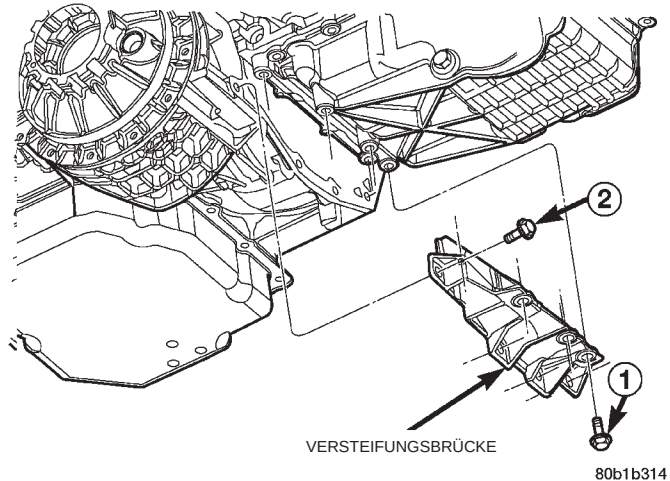

Abb. 25 Versteifungsbrücke
- (1) Fahrzeug auf Hebebühne anheben.
- (2) Die Schrauben herausdrehen, mit denen die Versteifungsbrücke an Ölwanne und Getriebegehäuse befestigt ist.
- (3) Versteifungsbrücke abbauen (Abb. 25).
- (1) Versteifungsbrücke montieren (Abb. 25). Hierzu wie folgt vorgehen:
- a. Die **vertikalen** Schrauben (1) zum Befestigen der Versteifungsbrücke an der Ölwanne eindrehen.